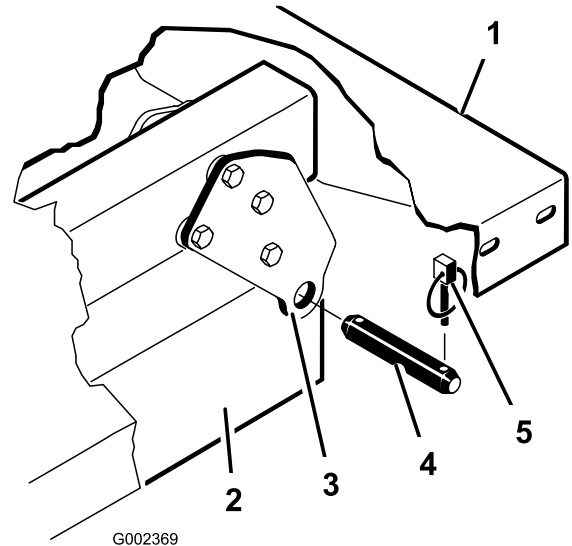

Figura 33
5. Retire los pasadores de seguridad y los pasadores que fijan las placas de giro a los perfiles del bastidor (Figura 33).
Nota: Asegúrese de que las placas de giro traseras están atornilladas al perfil del bastidor de la plataforma con el extremo inferior inclinado hacia atrás (Figura 33).